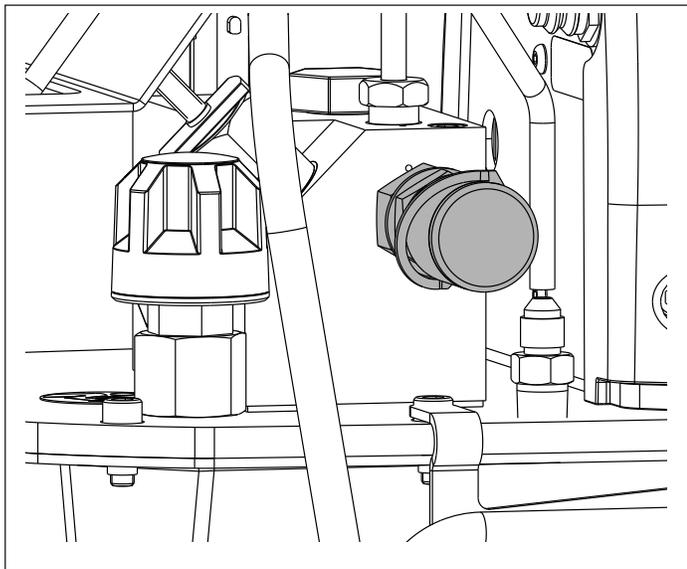

Abbildung 2, Ölauslasskupplung
Die Pumpen der ZUTP1500-S-Serie sind mit einer Schnelltrennkupplung für den Ölauslass ausgestattet. Diese Kupplung ist für 1500 bar [21.750 psi] ausgelegt. Siehe Abbildung 2.
1. Stellen Sie sicher, dass das Druckmanometer Null (0) bar/psi anzeigt. Stellen Sie sicher, dass der gesamte Hydraulikdruck vollständig abgelassen wurde, ehe Sie diesen Vorgang fortsetzen. Sollte nach wie vor Druck vorhanden sein, lassen Sie den Druck ab, wie in Abschnitt 9.2 beschrieben.
2. Trennen Sie den Schlauch (falls angeschlossen) von der Ölauslasskupplung. Siehe Abbildung 2.